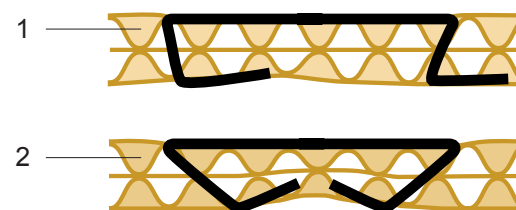

Fig. 10
Varje tång är testad noggrant före leverans. Genom påverkan kan städet komma ur läge och en defekt bockning uppstå. (Fig. 10/1). En enkel justering av städet bör då göras enligt följande.
- Provhäfta med material och bockningen bör vara enligt (Fig.10/2).